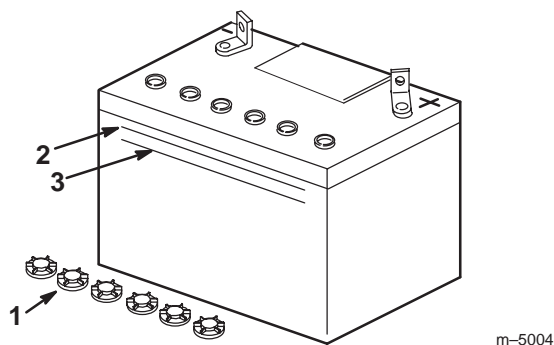

Figure 6
3. Enlevez les bouchons d'aération de la batterie (Fig. 6).
4. Versez lentement de l'électrolyte dans chaque élément jusqu'au trait **supérieur** (Fig. 6) sur le côté de la batterie.
5. Attendez cinq à dix minutes après avoir rempli les éléments. Ajoutez de l'électrolyte au besoin, pour amener le niveau au trait **supérieur** (Fig. 6) sur le côté de la batterie.